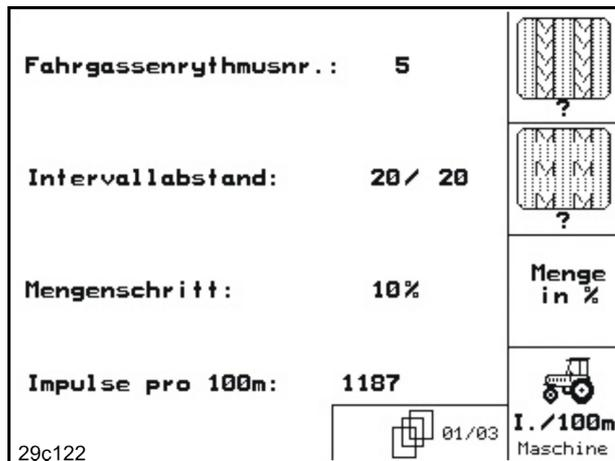

Fig. 20
- Página uno en el Menú Datos de máquina (Fig. 20).